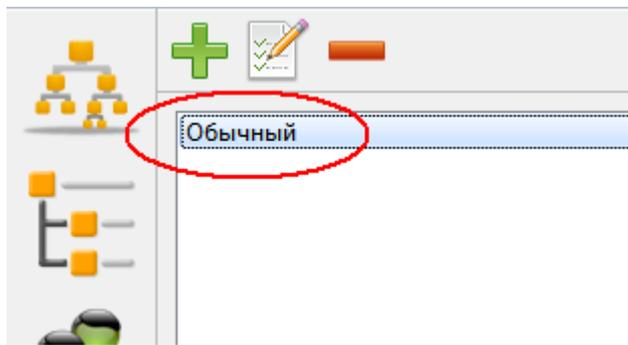

Рис. 82
- Нажмите кнопку «Сохранить». Окно «Добавление нового шаблона» будет закрыто, а в таблице верхней части страницы «Шаблоны прав» появится добавленный шаблон (Рис. 82).